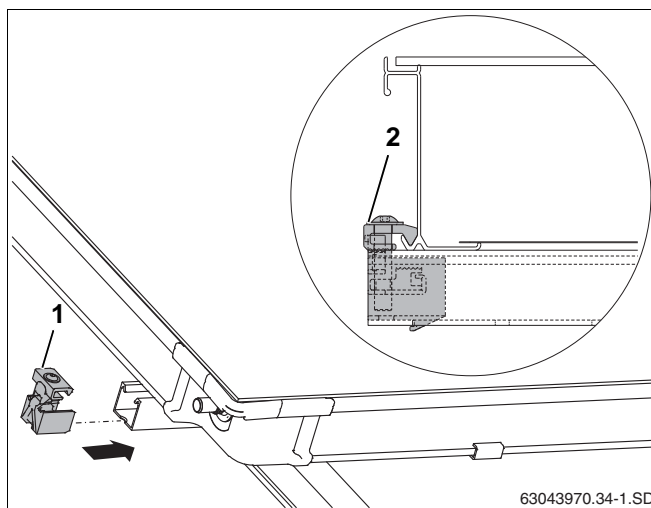

Fig. 52 Ensidet opspændingsanordning til venstre
- ▶ Skub de ensidede opspændingsanordninger (fig. 52, **pos. 1**) ind i den øverste og nederste profilskinne.
- ▶ Skub opspændingsanordningen ind til solfangerrammen, og skru fast med nøgle SW5 (fig. 52, **pos. 2**).
Opspændingsanordningens nedholder (fig. 52, **pos. 2**) griber nu ind i den nederste solfangerkant.